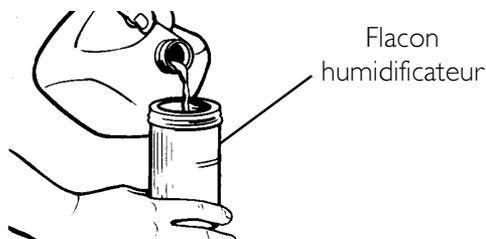
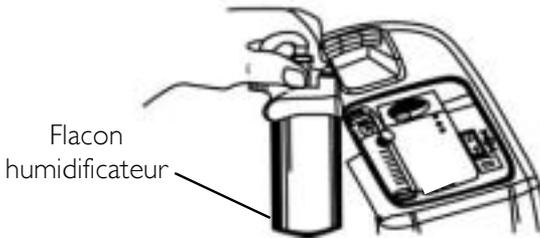
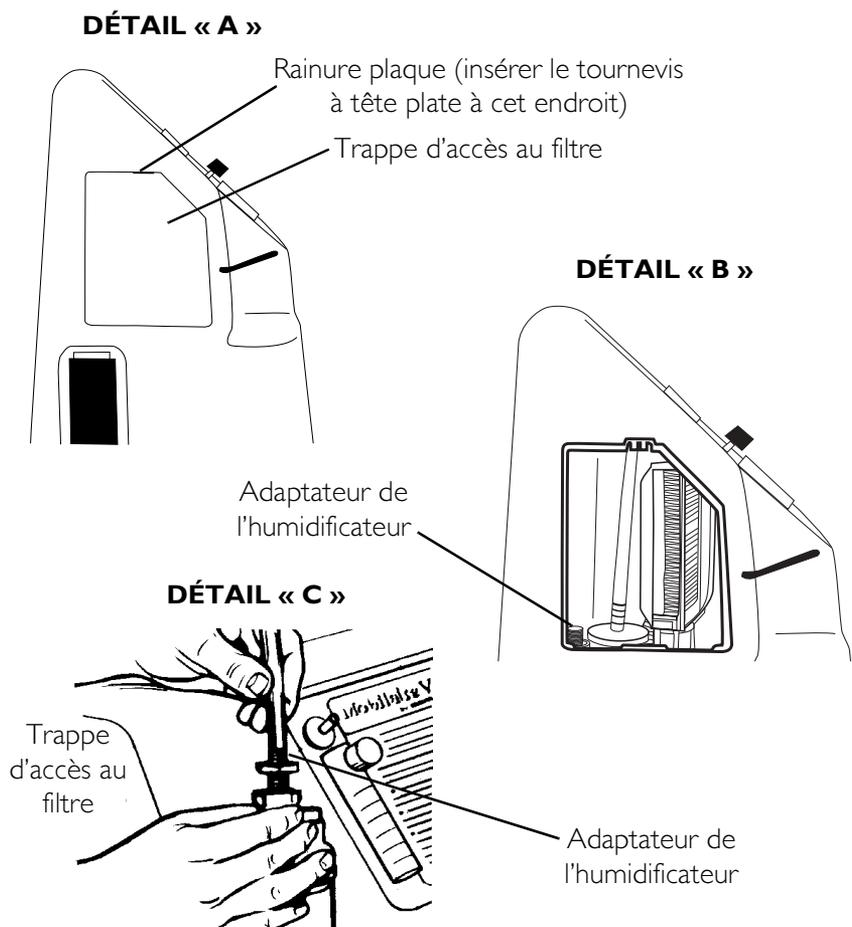
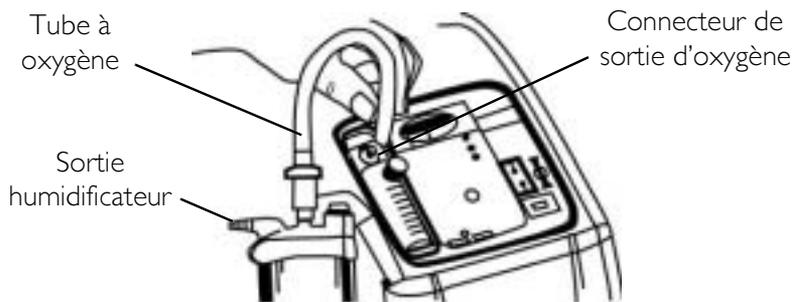

FIGURE 5.1 Remplissage de l'humidificateur
FIGURE 5.2 Compartiment de l'humidificateur
FIGURE 5.3 Fixer l'adaptateur de l'humidificateur
FIGURE 5.4 Fixation du tube à oxygène
REMARQUE : Pour cette procédure, se reporter à la FIGURE 5.1, FIGURE 5.2 page 55 FIGURE 5.3 page 56 et FIGURE 5.4 page 57.
3. Retirer la trappe d'accès au filtre située sur le côté du concentrateur. Insérer un tournevis à tête plate dans la rainure plaque sur le bord supérieur de la trappe d'accès et soulever délicatement la porte d'accès du filtre pour ouvrir la trappe. Se reporter au détail « A » dans FIGURE 5.3.
4. L'adaptateur de l'humidificateur se trouve près du filtre d'entrée. Retirer l'adaptateur de l'humidificateur. Se reporter au Détail « B » dans la FIGURE 5.3.
5. Le fixer à l'humidificateur en tournant l'écrou papillon sur le flacon de l'humidificateur dans le sens contraire des aiguilles d'une montre jusqu'à ce qu'il soit bien fixé. Se reporter à Détail « C » dans la FIGURE 5.3.